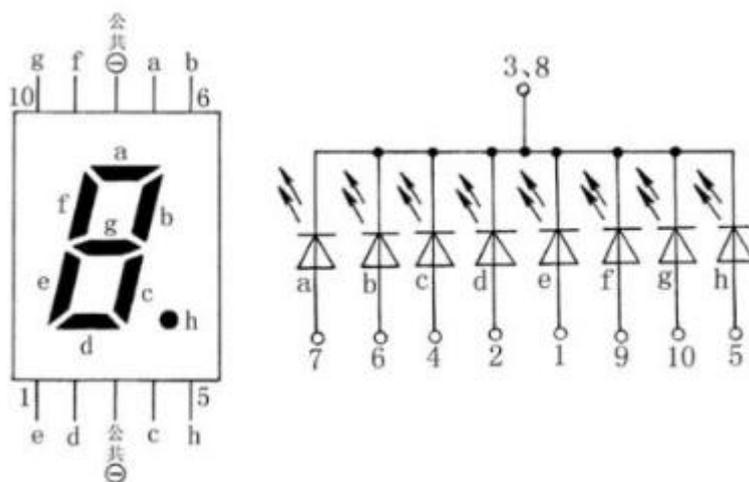

图 3-6 数码管实际引脚图
3、自行设计跑马灯，实现从 0 到 9 循环点亮八段共阴数码管，数码管的引脚图如图 3-6 所示。